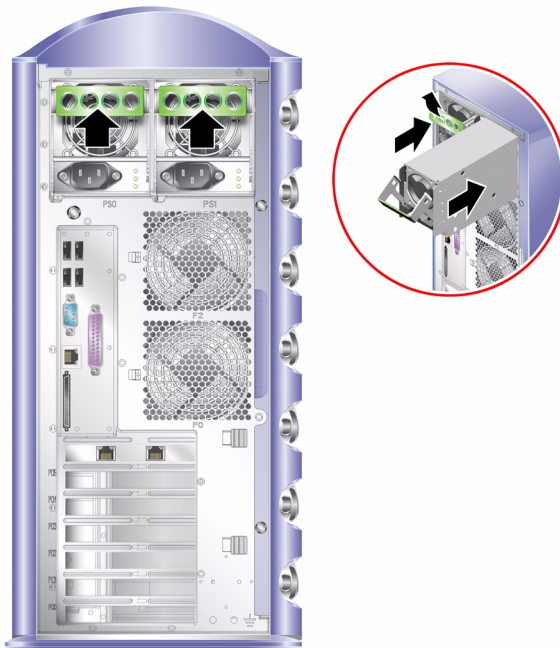

ABBILDUNG 2-5 Einbau einer Stromversorgungseinheit
8. Drücken Sie den Griff, bis er einrastet. Siehe ABBILDUNG 2-5.